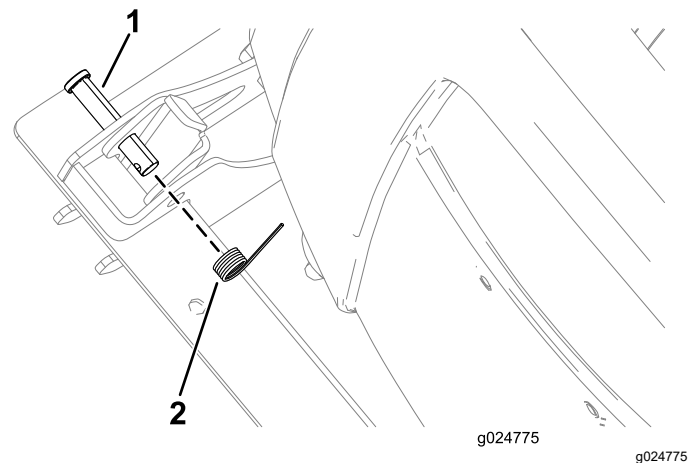

Bild 24
7. Setzen Sie die Feder auf den Lastösenbolzen (Bild 24).